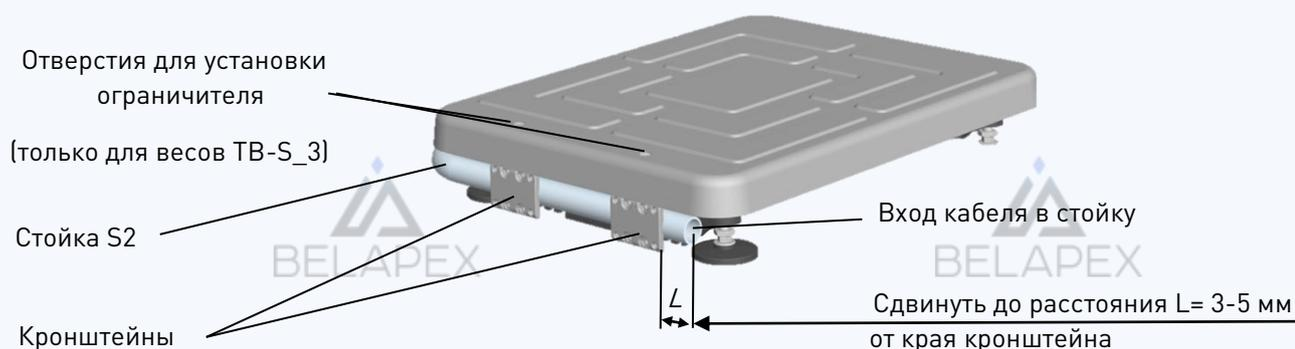

Рис. 6.1. - Крепление круглой вращающейся стойки к модулю ТВ-S
1. Сдвинуть стойку S2 на расстояние $L = 3-5$ мм от края стойки до края кронштейна, Рис. 6.1.